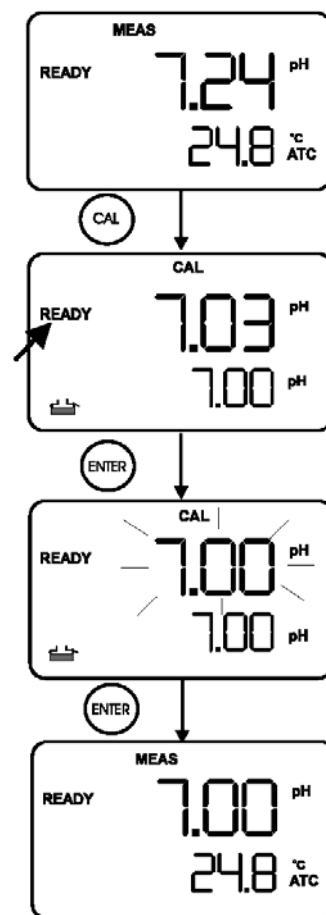

Figure 1 : 1^{er} point d'étalonnage
10. Si l'utilisateur effectue un étalonnage sur un seul point, appuyer sur la touche **CAL/MEAS** pour revenir au mode de mesure et démarrer la prise de mesure de pH (voir figure 1).